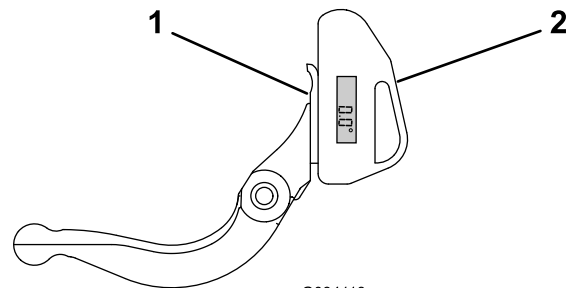

Figure 29
1. Placez l'indicateur d'angle sur la face inférieure de la contre-lame, comme montré à la Figure 29.